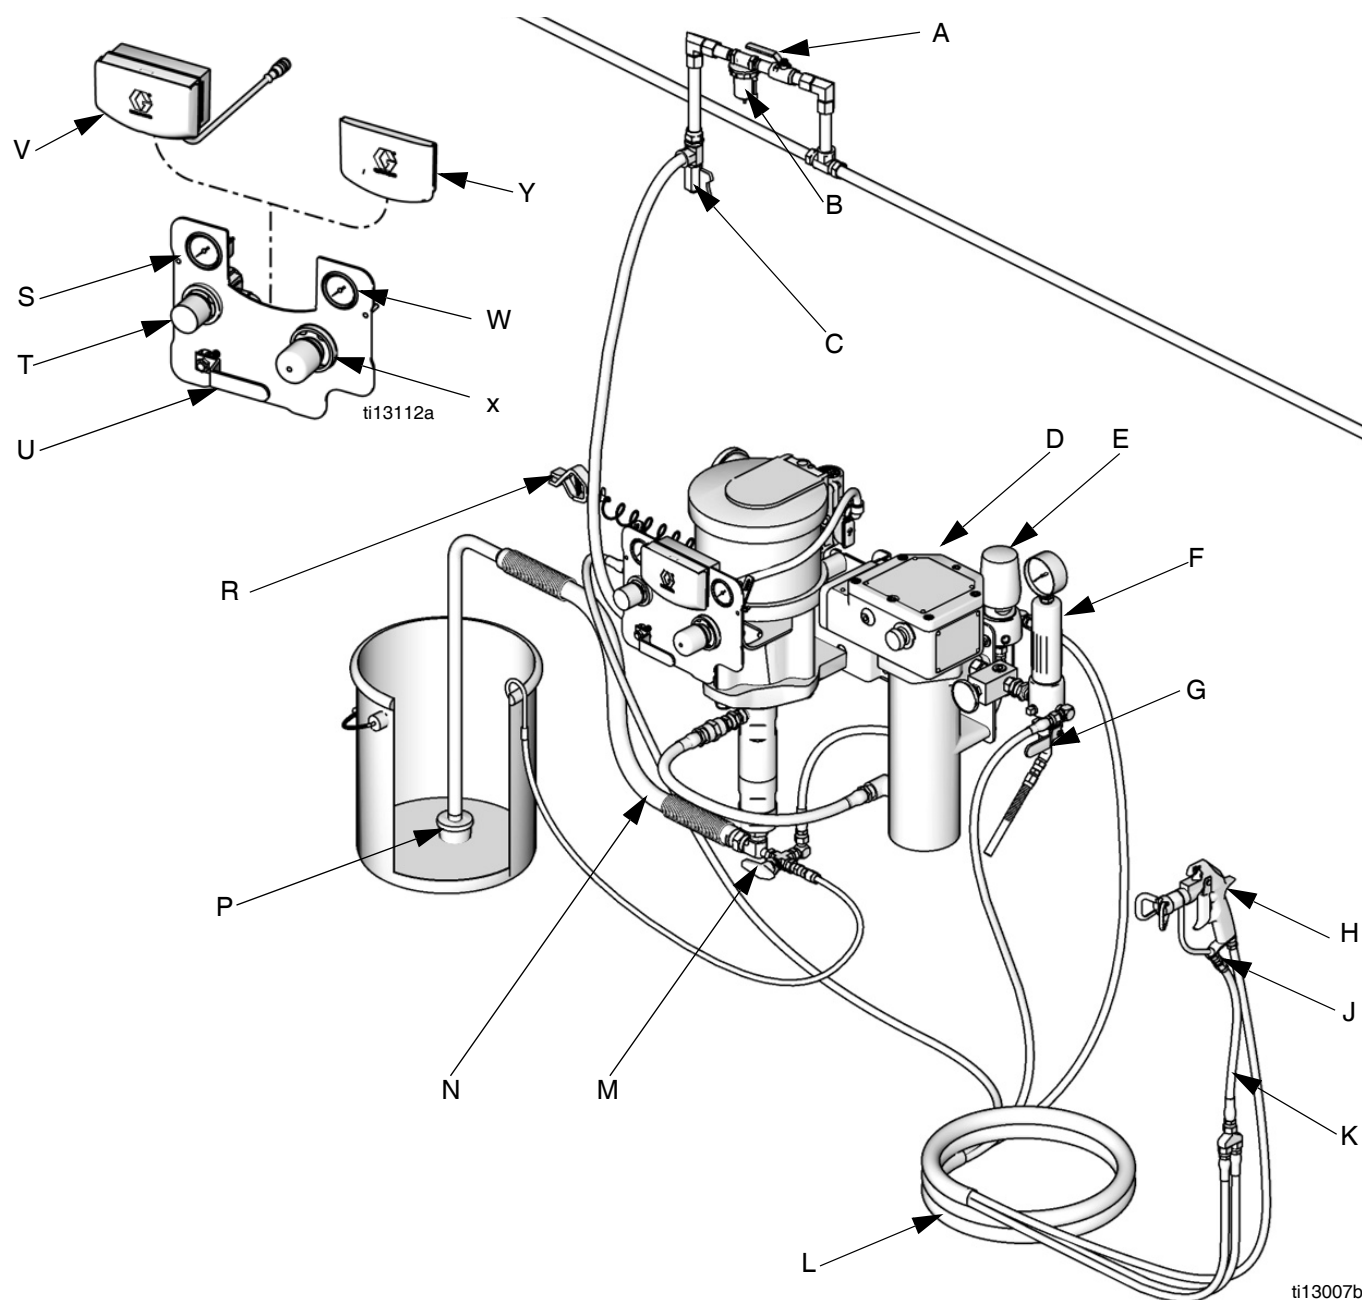

FIG. 1. Normal installation (ditt paket innehåller inte nödvändigtvis alla föremål som visas.)
FIG. 1 är endast en vägledning för val och installation av systemkomponenter och -tillbehör. Kontakta en Graco-distributör om du behöver hjälp med att konstruera ett system som är anpassat efter just dina behov.
Se FIG. 1. **Komponenterna varierar beroende på vilket system som beställs.** Se tabellerna på sidorna 7 till 8. Ditt sprutsystem kan inkludera:
Se FIG. 1 på sida 8.
2. Se FIG. 1. Stäng den avluftande huvudkranen (U).